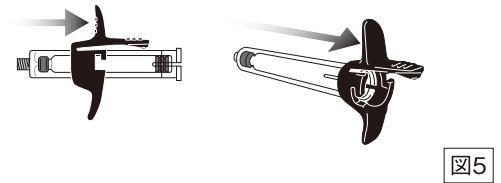

図5
- ② 使用するフィンガーグリップを選択し、カートリッジホルダーを奥まで差し込んでセットします (図5)。